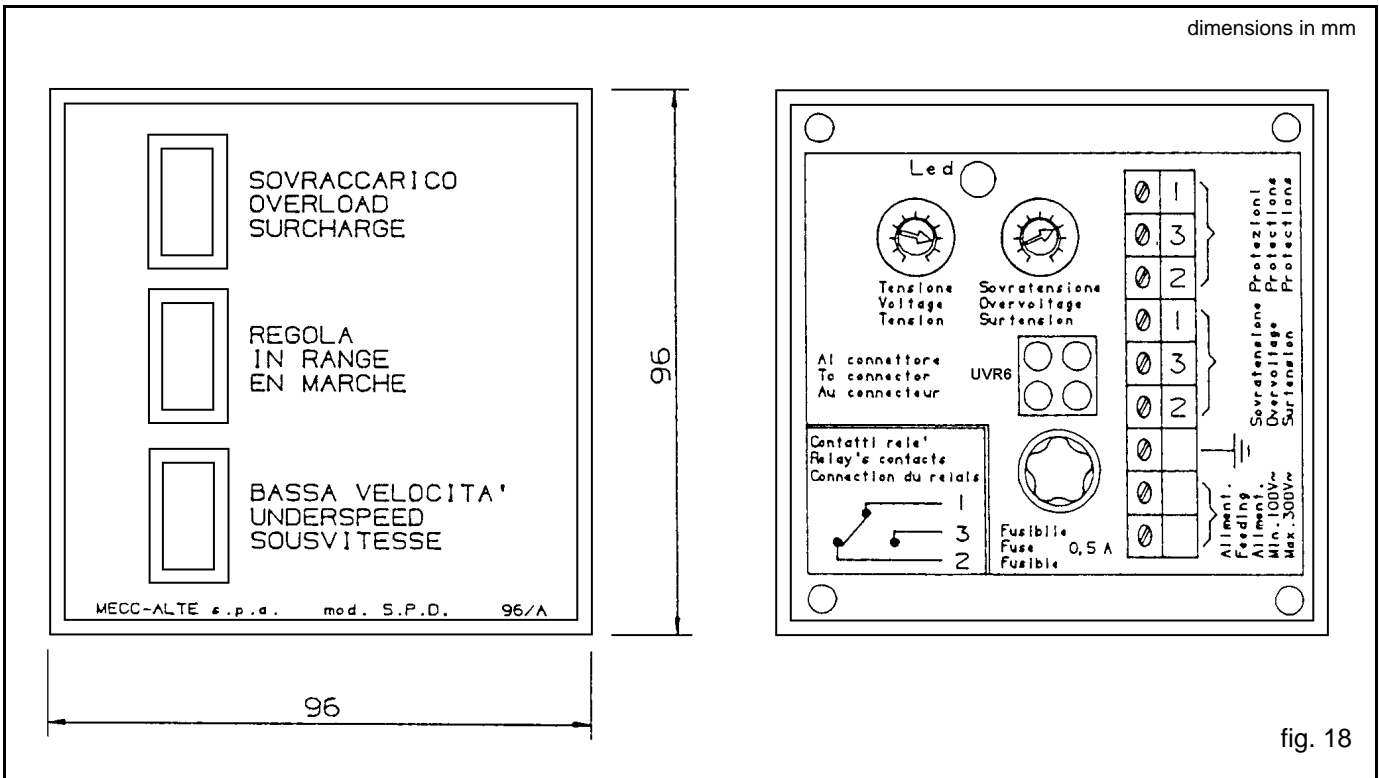

fig. 18
-) Tra i morsetti "Protezioni" (vedi fig. 18) si deve avere: contatto 1-3 = aperto, contatto 1-2 = chiuso.
-) The "Protection" terminals should be in the following state (see fig. 18): contact 1-3 = open, contact 1-2 = closed.
Tra i morsetti "Protezioni" (vedi fig. 18) si deve avere: contatto 1-3 = chiuso, contatto 1-2 = aperto.
Tra i morsetti "Protezioni" (vedi fig. 18) si deve avere: contatto 1-3 = chiuso, contatto 1-2 = aperto
-) Ruotare entrambi i trimmer dell'SPD96/A in senso antiorario; il led rosso posto sopra i due trimmer deve essere spento e tra i morsetti "Sovratensione" si deve avere: contatto 1-3 = aperto, contatto 1-2 = chiuso (vedi fig. 18).
The "Protection" terminals should be in the following state (see fig. 18): contact 1-3 = closed, contact 1-2 = open.
-) Turn both the SPD96/A trimmers anticlockwise; the red LED positioned above the two trimmers should be off and the "Overvoltage" terminals should be in the following state: contact 1-3 open, contact 1-2 closed (see fig. 18).
-) L'intervento dell'allarme di sovratensione è indicato dall'accensione del led rosso e comporta la commutazione del contatto "Sovratensione" (vedi fig. 18): contatto 1-3 = chiuso, contatto 1-2 = aperto.
-) The overvoltage alarm intervention is shown by the red LED, which lights up. This condition switches the "Overvoltage" contact (see fig. 18): contact 1-3 closed, contact 1-2 open.